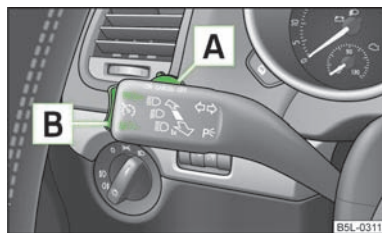

Fig. 104
- Pulsar el conmutador **A** » fig. 104 a la posición **ON**.
- Presionar el balancín **B** » fig. 104 a la posición **RES**.
La velocidad también se **desconecta temporalmente**, pulsando el interruptor **A** » fig. 104 a la posición de suspensión elástica **CANCEL** o bien el pedal de freno o de embrague.
- Pulsar el conmutador **A** » fig. 104 desplazándolo hacia la derecha a la posición **OFF**.